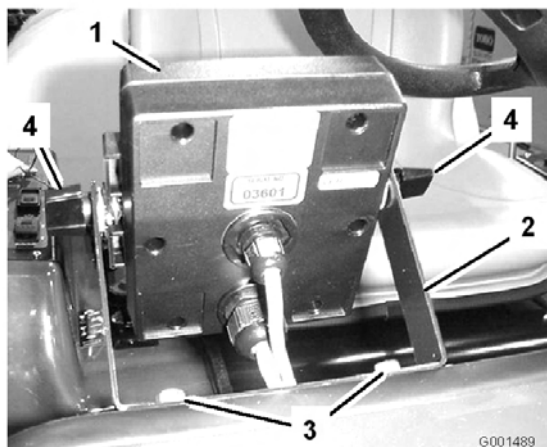

Figure 5
- Fixez le support du moniteur au tableau de bord (Figure 5) avec 2 boulons à embase (1/4 x 3/4 pouce) et 2 écrous à embase (1/4 pouce).
- Montez le moniteur Spray Pro sur les têtes des vis de carrossier (Figure 5) et serrez les boutons pour le fixer en position.